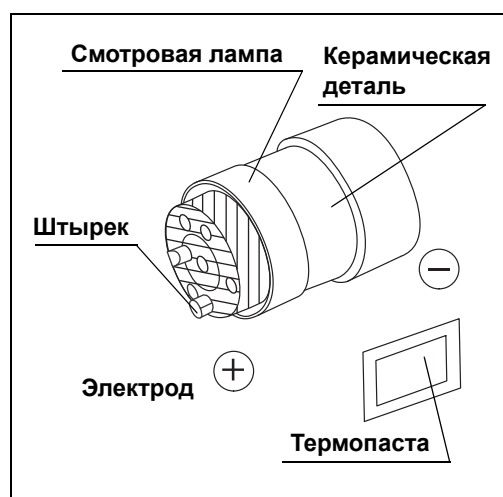

Рисунок 6.7
- 2 Пальцем нанесите термопасту, поставляемую вместе с новой смотровой лампой, ровным толстым слоем со стороны плюсового электрода смотровой лампы (см. заштрихованные участки на Рис. 6.7).
- 3 Вставьте смотровую лампу (см. Рис. 6.7) в теплоотвод (В) со стороны плюсового электрода и при помощи торцевого гаечного ключа-шестигранника прочно затяните три болта.
- 5 Вставьте смотровую лампу (см. Рис. 6.7) в теплоотвод (А) со стороны минусового электрода до упора.